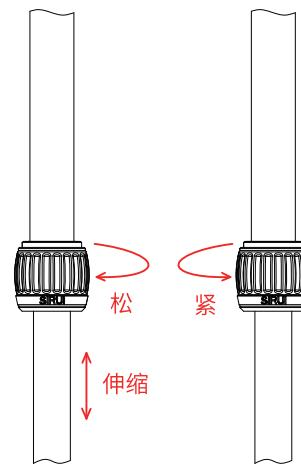
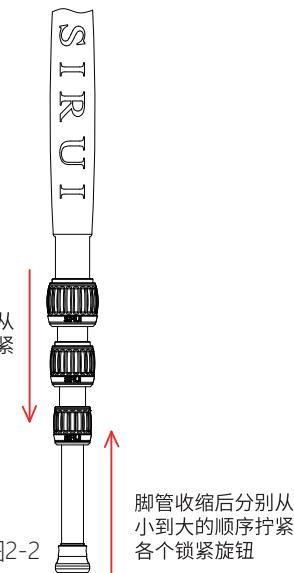

图2-1
图2-2
2. 伸缩脚架管: 按图示的方向同时或分别将锁紧旋钮转动约1/2圈, 然后将脚管拉出您所需要的长度, 再按图示方向, 分别从大到小的顺序拧紧各个锁紧旋钮; 收缩时松开锁紧旋钮应按从小到大的顺序操作(如图2-1至图2-2所示);